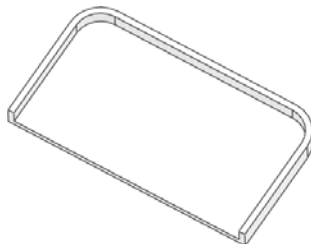

图 6-20 素材文件
- 01 打开素材库中的“第 6 章/6-2 弹簧扣.sldprt”文件，如图 6-20 所示。